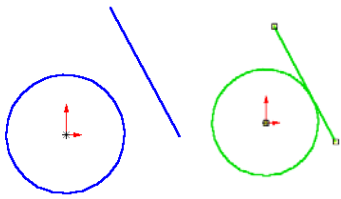

图 2-54 添加相切关系前后的两实体（圆被添加了固定关系）
8. 单击  按钮后, 几何关系添加到草图实体间, 如图 2-54 所示。